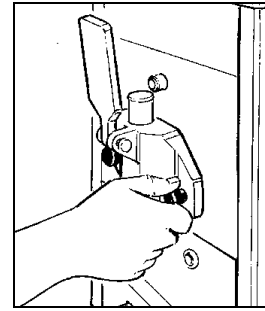

Fig. 23
- Una vez que se ha insertado correctamente la brida, fíjela con sus perillas apretándolas a fondo (fig.23).